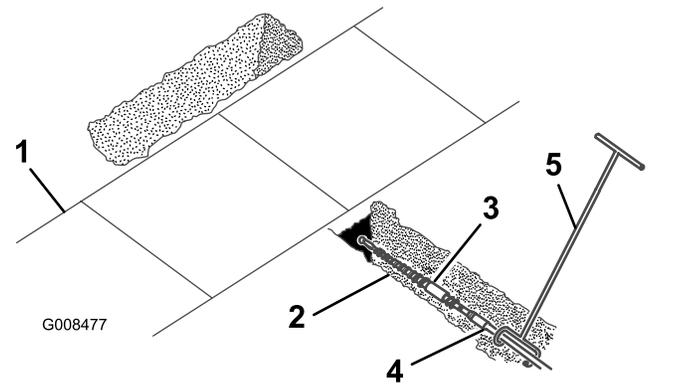

Figura 5
5. Mentre la persona che guida la punta di perforazione si trova sulla destra del fosso (**Figura 5**), avviate il motore, spostate la valvola selettiva della pompa in posizione lenta (tartaruga) (solo trattori serie 200 e 300), accelerate fino a raggiungere la metà dell'intervallo relativo al regime motore e spostate indietro la leva dei comandi idraulici ausiliari per avviare la rotazione di avanzamento della punta di perforazione.
6. Avanzate lentamente con il veicolo mentre la persona con il guida-asta guida la punta di perforazione nel terreno (**Figura 5**).